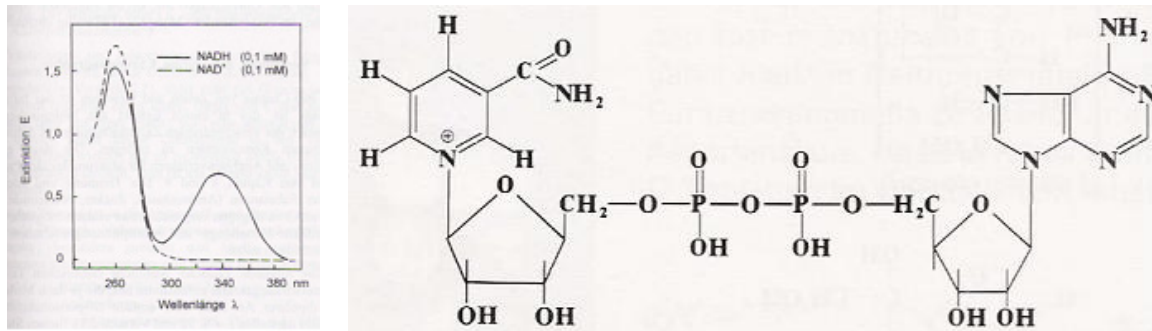

Abbildung 5: Absorptionsspektren 0,1 millimolarer Lösungen von NAD^+ und NADH
- Dagegen hat NADH eine starke Lichtabsorption bei 340 nm (Abbildung 5).